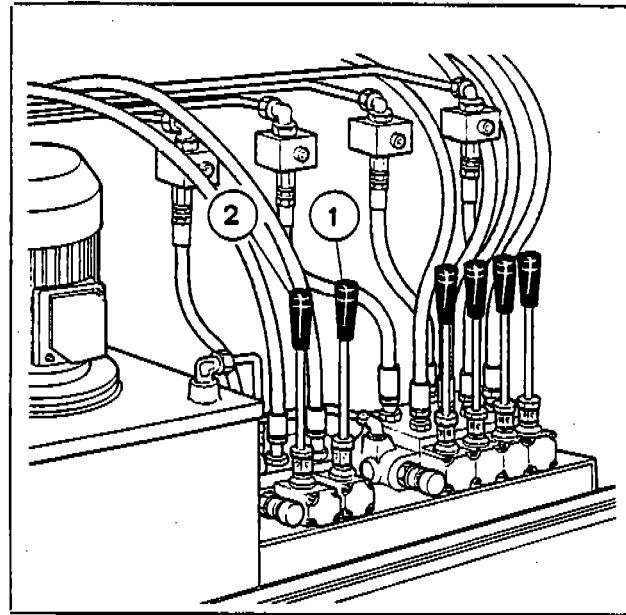

Fig. 14
- a) Lift the roof, little by little alternately left and right, with the two handles in Fig. 14, 1 and 2.
- a) Sollevare il tetto azionando alternativamente le due leve (1-2-Fig. 14) fino al sollevamento completo, fine corsa.